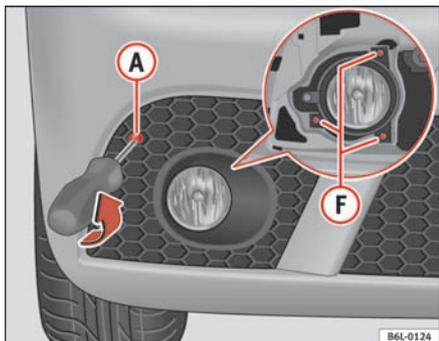

Fig. 158 Faros antiniebla
- Desmonte los tornillos de sujeción **F** ⇒ fig. 158 y una vez liberado desenchufe el conector.
- Desmonte la rejilla, extrayendo el tornillo **A** ⇒ fig. 158, tire cuidadosamente de la rejilla por el lado opuesto al tornillo y libere la tapa.